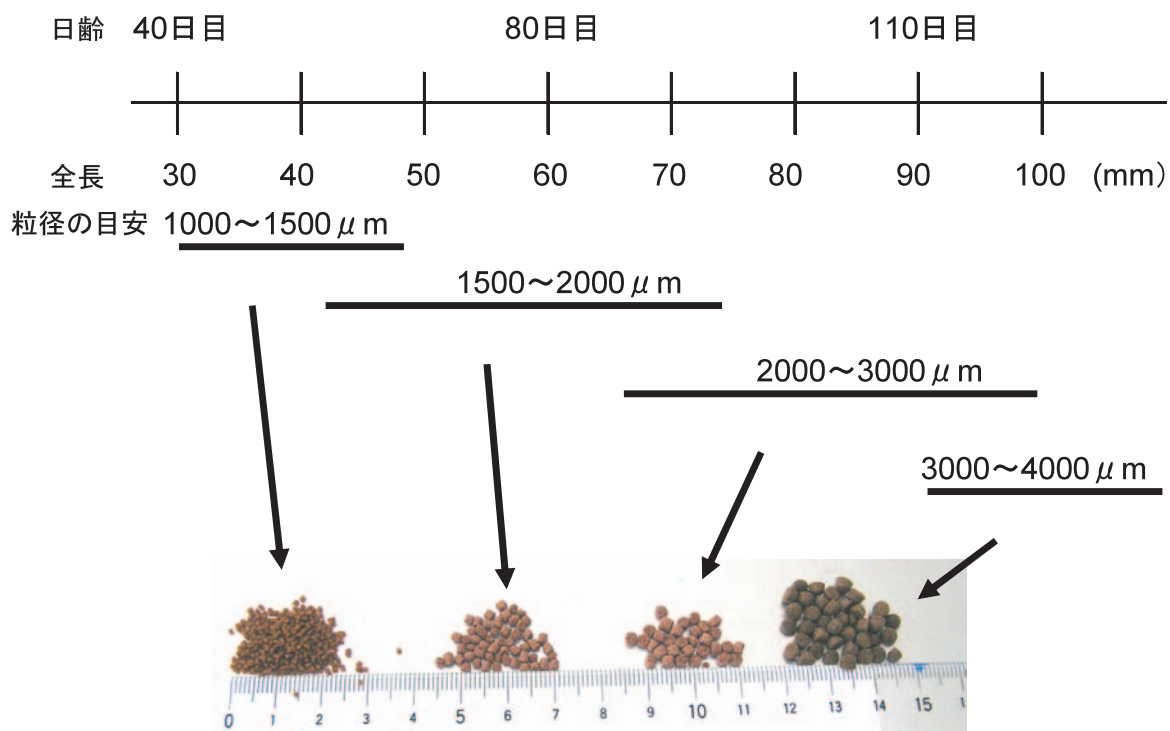

図1 中間育成における全長および日齢と配合飼料の関係
- ③ 餌の与えすぎに注意して下さい。陸上水槽の場合は水質が悪化し、疾病発生の原因となります。網生簀でも、残餌が海を汚染します。
- ④ 魚の大きさにあった餌を与えて下さい。例として、宮古栽培漁業センターの中間育成に使用している餌を示します（図1参照）。